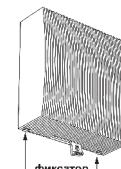

Рис. 6
- Установку крышки необходимо начинать с верхней части, после чего прижать нижнюю часть изделия до характерного щелчка (Рис.6).